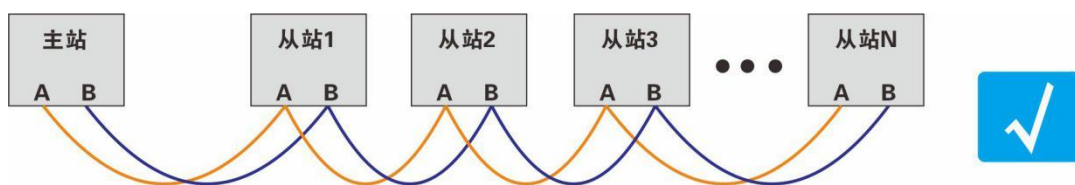
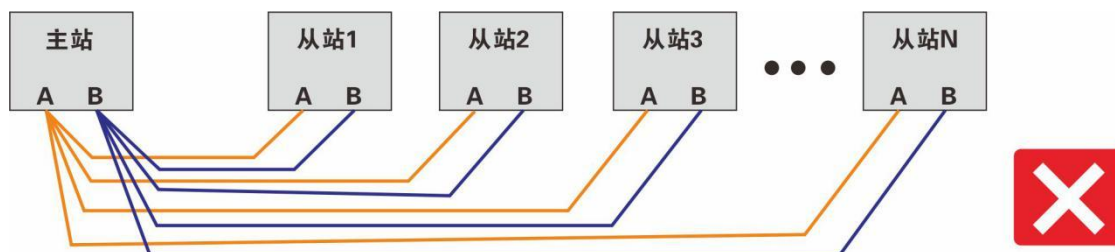

图 7.1
图 7.3
1、采用标准 RS485 总线布线方式俗称手拉手的连接方式如图 7.1 和 7.2，应尽量避免星型连接方式如图 7.3。